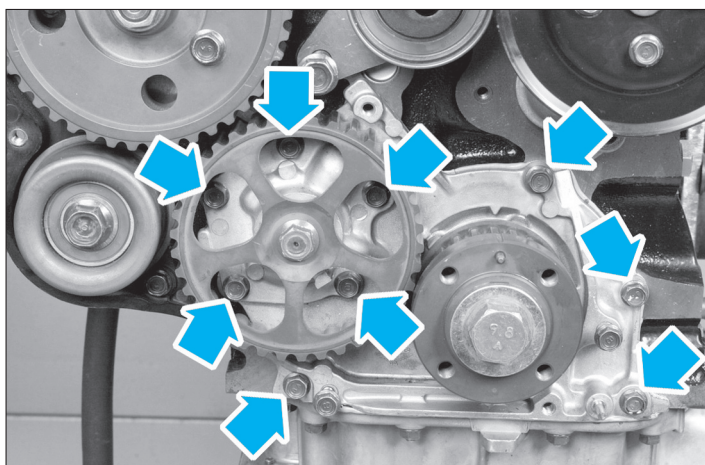

FIG. 19
- le carter de pompe à huile (fig. 19).